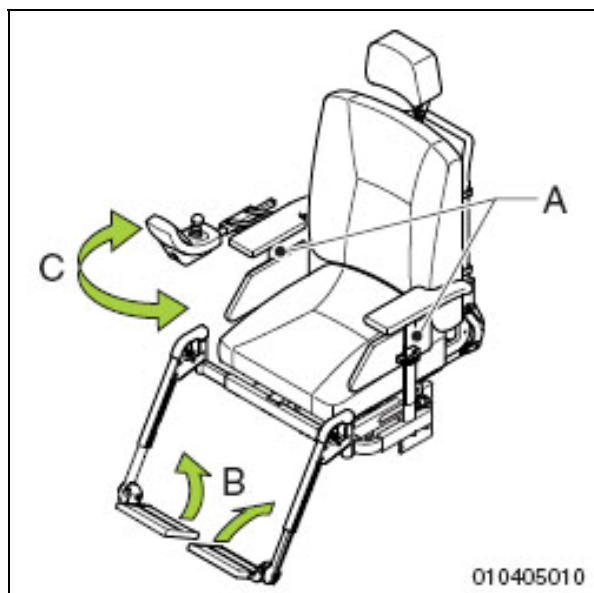
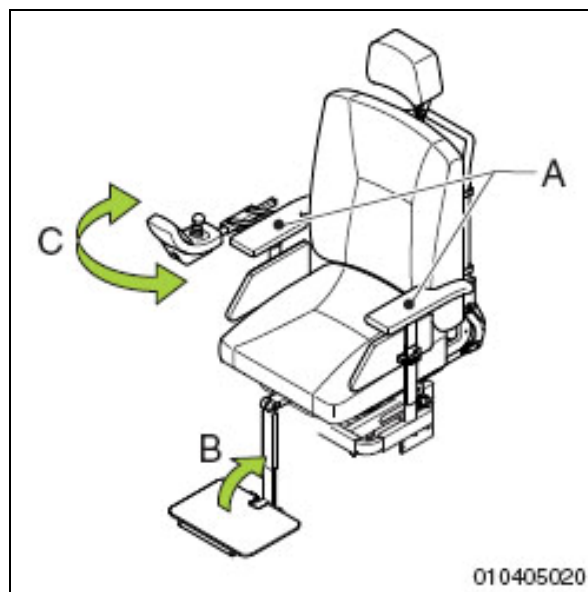

Figure 3.1
Figure 3.2
1. Rabattez le repose-pieds (B dans la fig. 3.1. et la fig. 3.2)
1. Desserrez le boulon étoile et enlevez l'accoudoir (A dans la fig. 3.1 et la fig. 3.2).
En fonction du modèle du boîtier de commande, il peut être nécessaire d'escamoter le boîtier de commande (C dans la fig. 3.1 et la fig. 3.2).